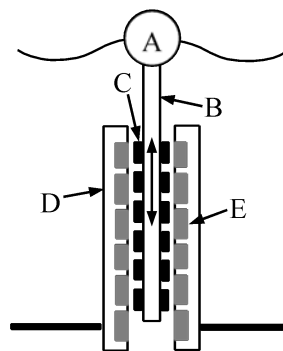

Figure 2 - 1 - Schéma en coupe verticale d'un générateur d'ondes : bouée de soulèvement (A), translateur (B), aimant (C), stator (D), bobine (E).
Le champ magnétique d'un barreau aimanté de type néodyme est très fort près des pôles (bases du cylindre) et diminue rapidement avec la distance. Si nous déplaçons un tel aimant de haut en bas, dans la direction de l'axe du cylindre, à travers une boucle conductrice, les modifications de l'environnement magnétique de la boucle généreront une certaine puissance électrique. Cette puissance peut être augmentée si l'aimant se déplace rapidement dans un empilement compact de boucles connectées électriquement (c'est ce que l'on appelle une bobine). Si l'on utilise plusieurs bobines et plusieurs aimants, il est possible de générer plus de puissance ! Dans un générateur de vagues, il existe deux structures principales (voir Figure 2 - 1) : le stator tubulaire (en forme de tube) et le translateur. Le stator contient un ensemble fixe de bobines, tandis qu'un ensemble d'aimants permanents se déplace de haut en bas avec le translateur, traversant le centre du stator. Le flotteur couplé à la partie supérieure du translateur oscille avec les ondulations de la surface de l'eau.
Figure 2 - 2 - Matériel utilisé en 2 - 1.1: Support (A) monté sur une base métallique (B), repères de position jaunes (C), pince avec crochet (D), ressort (E), tube en plastique avec suspension fil contenant une paire de barreaux magnétiques (M1), une masse en laiton (M2), un chronomètre (F) et une équerre (G).